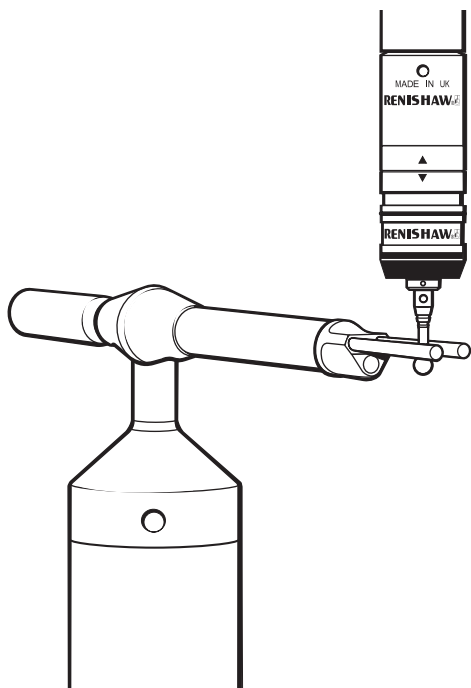

Рисунок 12. Положение сферического наконечника щупа между направляющими стержнями коромысла
13. Расположите сферический наконечник щупа между направляющими стержнями коромысла так, как показано на рис. 12.